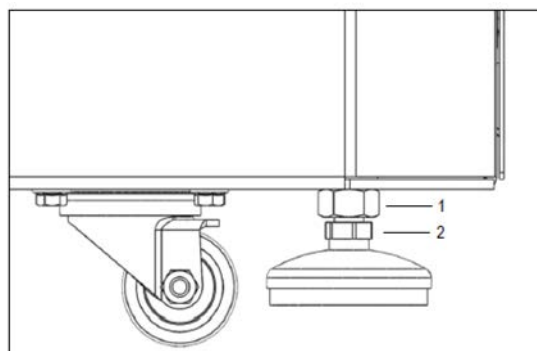

Figura 10
- Mueva la centrifuga a su ubicación prevista. Desenrosque la tuerca de seguridad (1) con una llave inglesa AF M16 (ver Figura 10). Baje los pies del aparato (2) con una llave inglesa AF M13 hasta que estén firmemente apoyados en la superficie del suelo. Ahora la centrifuga debe nivelarse horizontalmente, utilizando los cuatro pies del aparato. Para ello, monte el rotor asociado en el eje del motor y coloque un nivel de burbuja sobre él. Después de nivelar los pies del aparato, apriete la tuerca de seguridad. Los rodillos no deberían tocar el suelo (solo modelos FC5917RF, FC5917RF Short).